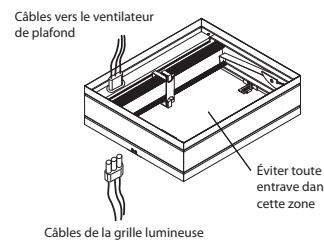

Figure 3 — Fiche électrique pour grille lumineuse
- Si la grille lumineuse Dayton en option est utilisée, s'assurer que le registre de rayonnement de plafond comporte une fiche électrique. La fiche électrique doit être branchée dans le ventilateur. Vérifier que le câble électrique n'entre pas le fonctionnement du registre. Voir la Figure 3.